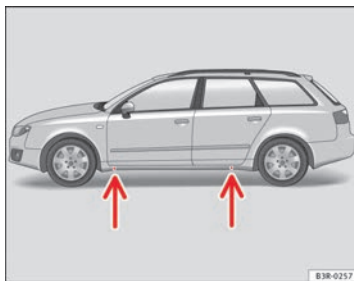

Abb. 197 Radwechsel:
- Suchen Sie den **Aufnahmepunkt** am Unterholm, der dem defekten Rad am nächsten liegt ⇒ Abb. 197 -Pfeile-.
Am Unterholm kennzeichnen jeweils vorn und hinten Eindrückungen die Stellen, an denen der Wagenheber angesetzt werden darf ⇒ Abb. 197 -Pfeile-. Es gibt für jedes Rad genau eine Stelle. An anderen Stellen darf der Wagenheber nicht angesetzt werden.